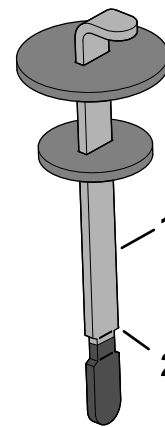

Figura 180
4. Togliete l'asta di livello dal collo del bocchettone e pulitela strofinando con un panno pulito. Inserite l'asta di livello nel collo del bocchettone, quindi estraetela e controllate il livello del fluido. Il livello del fluido deve essere pari alla tacca sull'asta di livello (Figura 180).